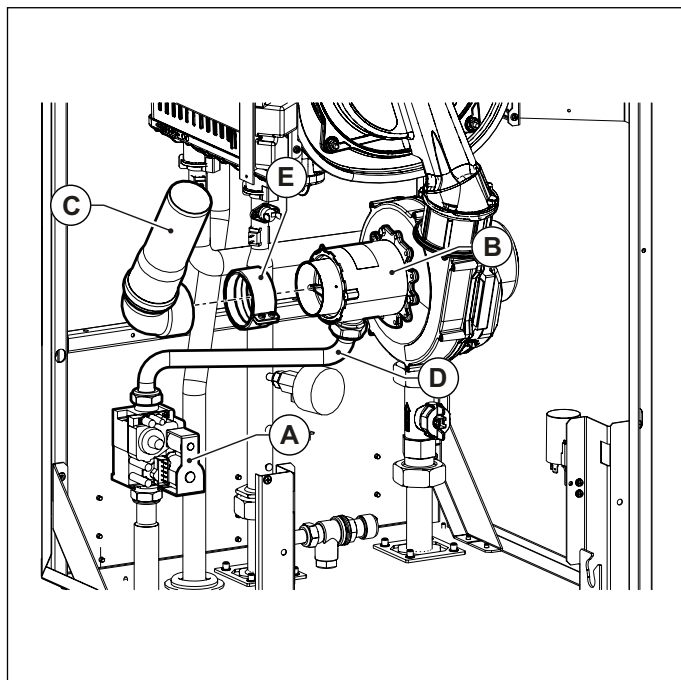

Fig. 32 Silenciador de aspiración
- Desmontar el silenciador de aspiración **C** extrayéndolo del mezclador. En el modelo KR 60, antes de extraer el silenciador, quitar el manguito **E** que lo fija al mezclador **B** (ver Fig. 32 Silenciador de aspiración).
- Desconectar el tubo de gas **D** del mezclador **B** (ver Fig. 32 Silenciador de aspiración).
- Conectar el tubo del gas **D** al mezclador (ver Fig. 32 Silenciador de aspiración).
- Volver a montar el silenciador de aspiración **C** en el mezclador. En el modelo KR 60 el silenciador se debe fijar con el manguito **E** (ver Fig. 32 Silenciador de aspiración).